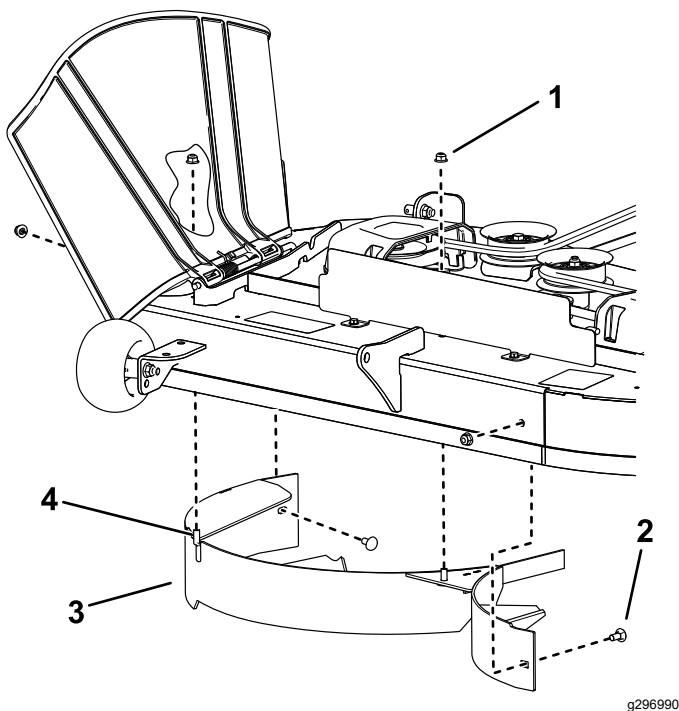

Bild 12
4. Entfernen Sie die beiden Sicherungsmuttern (5/16") von den geschweißten Pfosten des Ablenklechs (Bild 12).
5. Entfernen Sie die beiden Schlossschrauben und Sicherungsmuttern, die das Ablenkblech am Mähwerk befestigen, und entfernen Sie das Ablenkblech (Bild 12)
6. Suchen Sie die zwei Schrauben in den losen Teilen und setzen Sie diese Befestigungen mit den vorhandenen Sicherungsmuttern in die Löcher für die geschweißten Pfosten ein (Bild 12), um das Herausschleudern von Rückständen zu vermeiden.